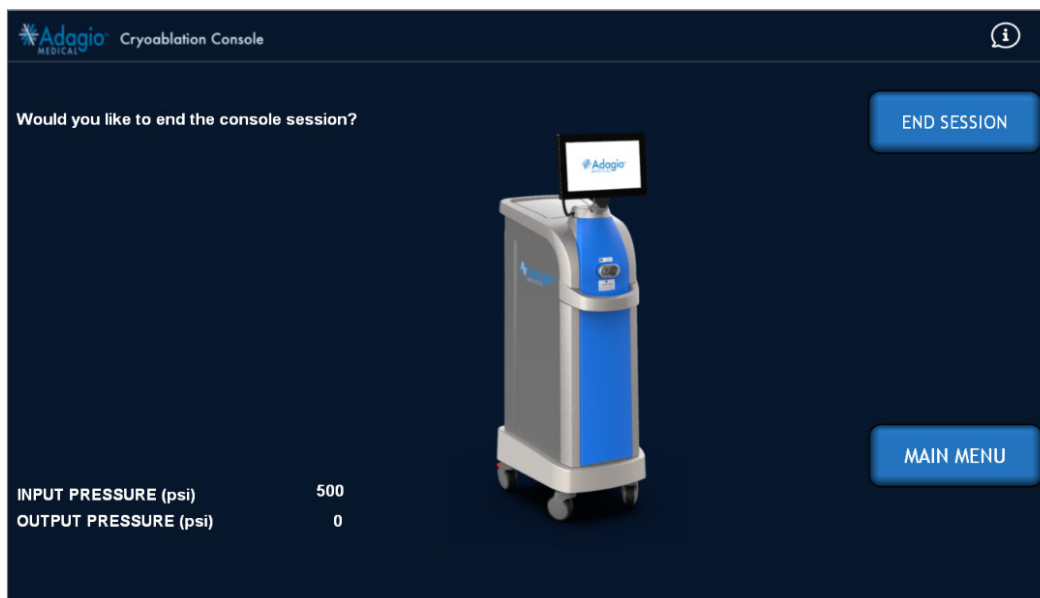

Abbildung 58 – Bildschirmanzeige: Herunterfahren der Konsole – Bestätigung des Sitzungsendes
1. Das Ende der Konsolensitzung durch Drücken auf „END SESSION“ (Sitzung beenden) in dem in *Abbildung 58* gezeigten Bildschirm bestätigen.